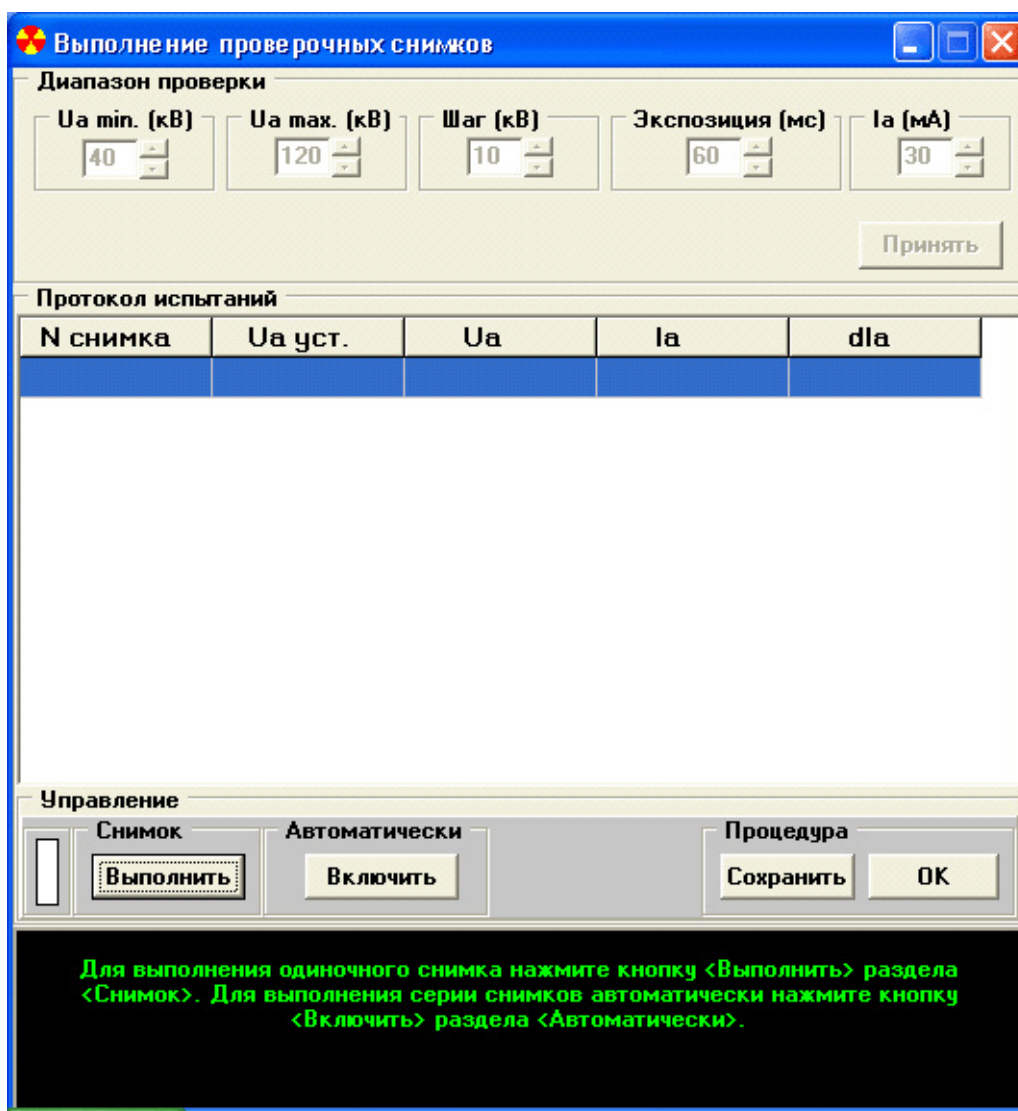

Рис.14 Внешний вид окна «Выполнение проверочных снимков»
13.1. Для проверки качества калибровки трубки по току может быть использована процедура выполнения проверочных снимков. Для запуска процедуры необходимо нажать кнопку «Выполнить проверочные снимки» на главной панели программы FMaster. В левой части экрана монитора открывается окно, внешний вид которого представлен на рис. 14.